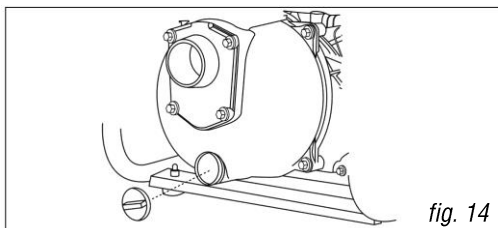

fig. 14
2. Retirez le bouchon de vidange au bas de la pompe (fig. 14).